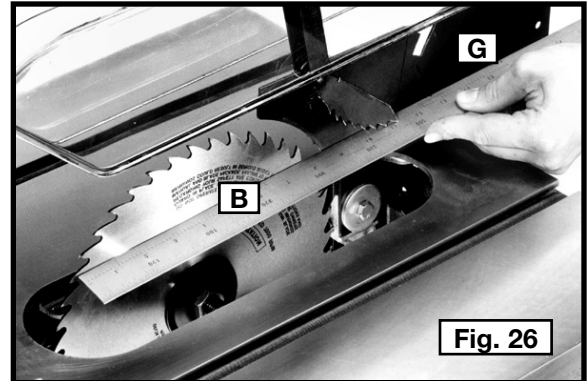
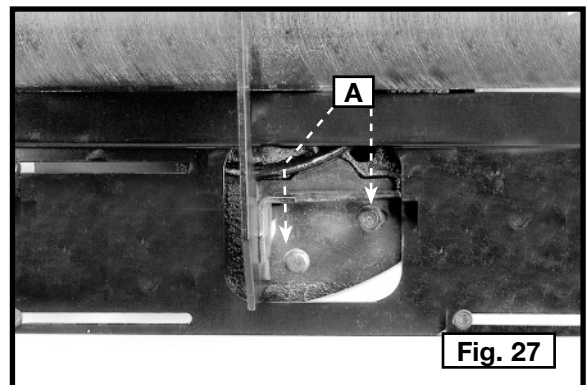

Fig. 26
Fig. 27
Utiliser une règle droite pour vérifier l'alignement de la lame de la scie (B) avec l'arrière du couteau séparateur (G) aux Fig. 26. Si un alignement s'avère nécessaire, desserrer les vis (A) fig. 27, qui retiennent le support du couteau au tourillon arrière. Aligner le couteau-séparateur (G) fig. 26, avec la lame de la scie et serrer les deux boulons (A) fig. 27.